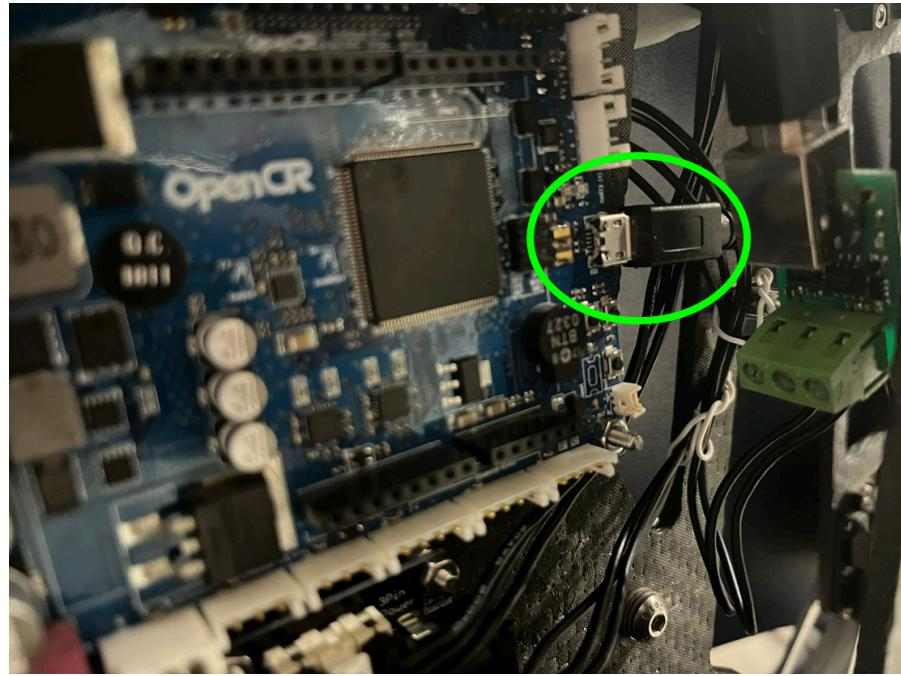

Figura 4. Conexión de la tarjeta a la computadora.
5. Conecte la tarjeta Open CR a la computadora (figura 4).